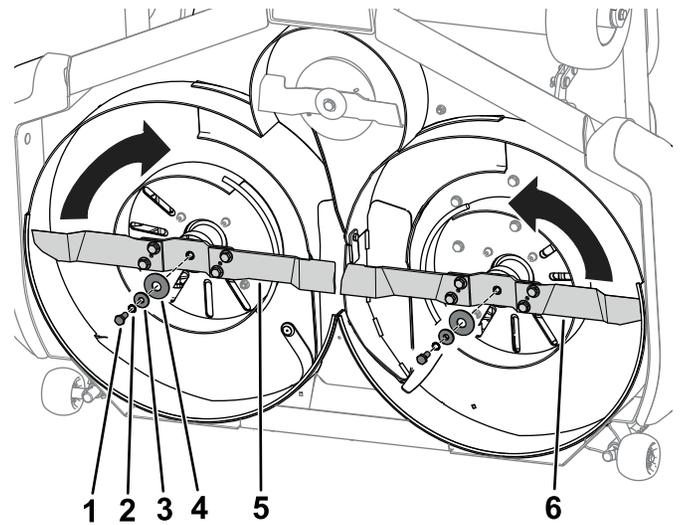

Figure 2
2. Utilisez les pièces déposées pendant la procédure de dépose des lames latérales (boulons, rondelles de blocage élastiques et rondelles bombées) et des entretoises pour installer les lames dans leurs côtés respectifs (Figure 2).